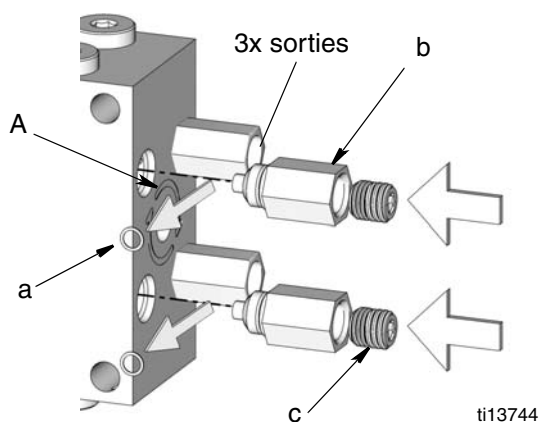

FIG. 1
2. Retirez le joint (a) de l'adaptateur de sortie (b) (FIG. 1).
Le lubrifiant en provenance de l'adaptateur de sortie est redirigé vers la sortie suivante du bloc de séparation USP en circulant dans le sens des aiguilles d'une montre, selon les flèches (A) estampillées sur le bloc (consultez la FIG. 1).
Par exemple, dans la FIG. 1 : Le volume de lubrifiant sera triplé à la sortie suivante si les joints sont retirés et que 2 adaptateurs de sortie sont raccordés. Cette sortie comprendra donc les sorties raccordées qui sont maintenant redirigées ainsi que sa propre sortie.